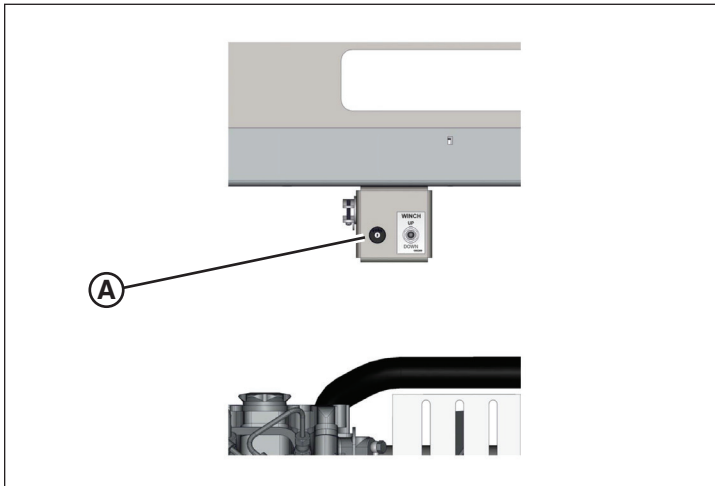

Figure 29
4. Appuyer sur l'interrupteur de levage hydraulique de la tour (A, Figure 29) vers le haut pour soulever la tour d'éclairage à la hauteur désirée.
3. Appuyer sur l'interrupteur de levage hydraulique de la tour (A, Figure 29) vers le bas pour abaisser la tour d'éclairage à la hauteur désirée ou à la position complètement DOWN.